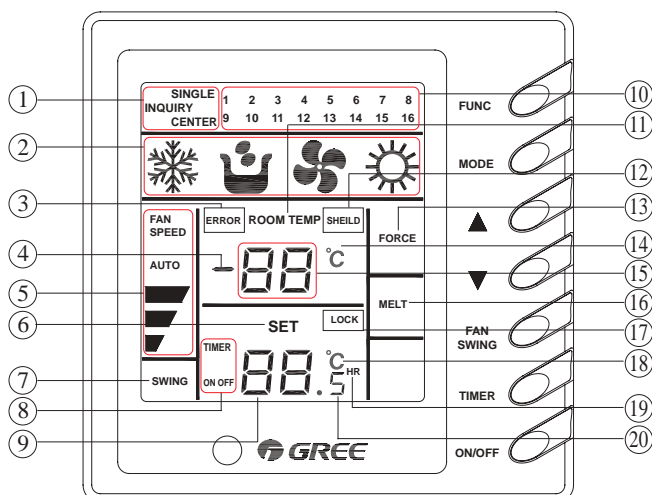

Рис. 7.13
7.5.4.2 Описание индикации пульта ZJA011 (рис. 7.13, табл. 7.4).